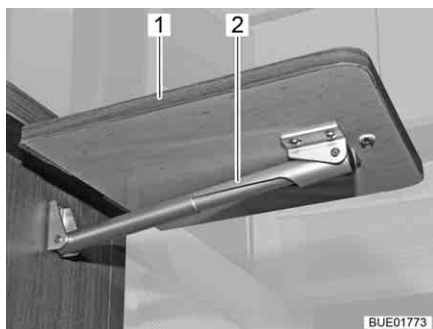

Fig. 122 Table pliante/surface de travail, dépliée
- Saisir la table pliante/surface de travail (Fig. 122,1) par le bas et la détacher d'une légère traction de la fixation magnétique.
- Faire basculer le plateau de table vers le haut jusqu'à ce que la fixation du support télescopique (Fig. 122,2) ait prise. Lâcher le plateau de table.